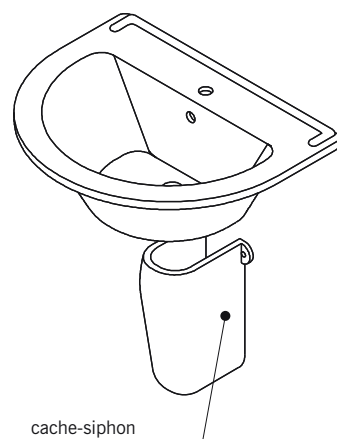

fig. 14.26
- Le **lavabo suspendu** qui est supporté par deux consoles fixées au mur (fig. 14.26). Certains modèles peuvent être équipés d'un cache-siphon qui dissimule le siphon et les canalisations.